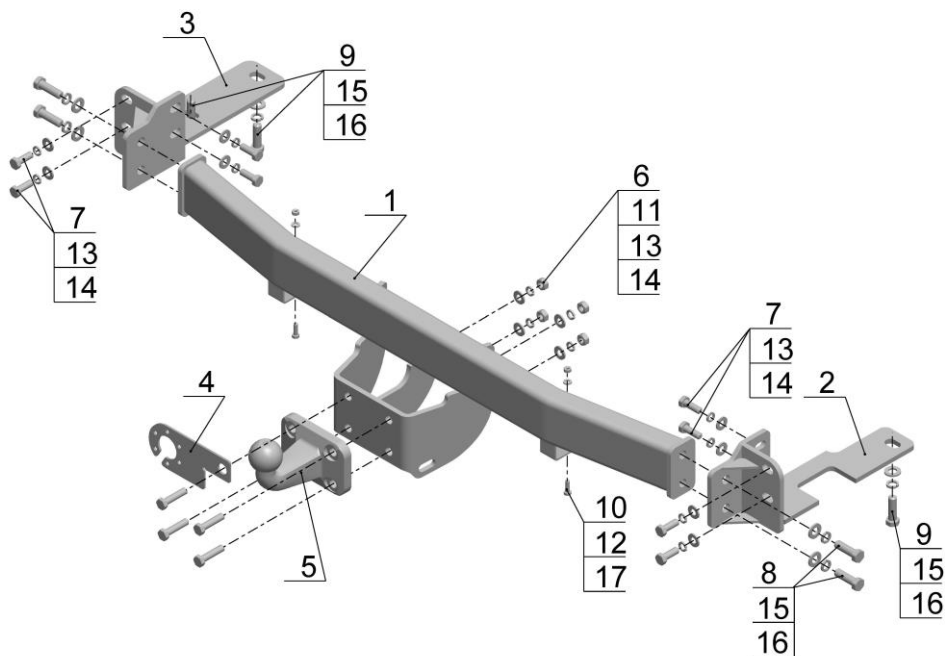

Рис.1.
- Установить ТСУ (рис.1) на автомобиль, используя крепежные элементы (поз.8,15,16);